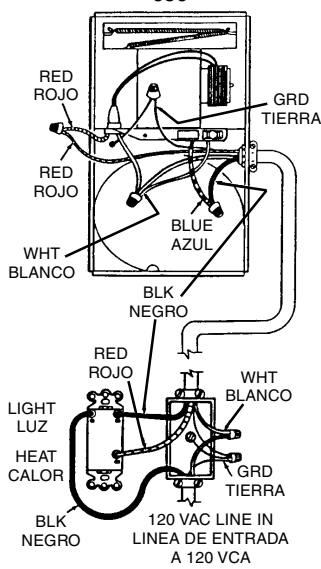

FIG. 11
13. Wire unit according to appropriate diagram. (FIG.10 or FIG.11)
13. Conecte la unidad de acuerdo con el diagrama a continuación. (FIG.10 o FIG. 11)